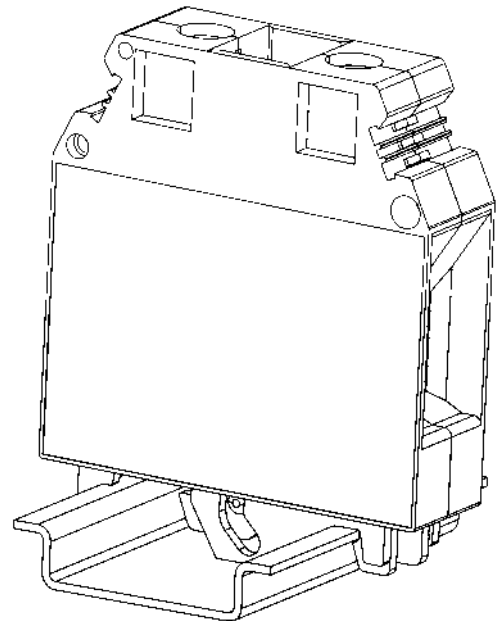

Рисунок 14 – клемма с крепежным винтом, установленная и зафиксированная на монтажной рейке
- Извлеките отвертку – винт зафиксирует клемму на монтажной рейке (рис. 14).